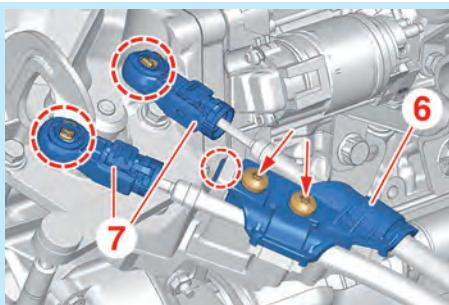
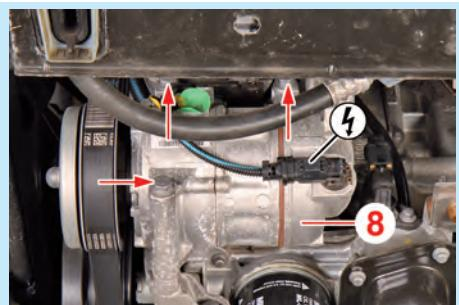

Fig.3
Fig.4
• Déposer la bride (6) (Fig.3).
• Ecarter les câbles de commande et de sélection (7) de la boîte de vitesses.
• Ecarter le compresseur de climatisation (8) et le soutenir sur la façade avant (Fig.4).